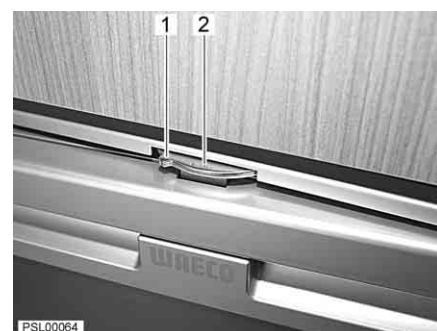

Fig. 74 Porte du réfrigérateur en position de ventilation
- Faire tourner les dispositifs de verrouillage inférieur et supérieur (Fig. 74,1) vers la gauche jusqu'à la butée, jusqu'à ce que le dispositif de blocage s'enclenche. L'inscription "VENT" (Fig. 74,2) est visible. La porte du réfrigérateur reste légèrement ouverte.